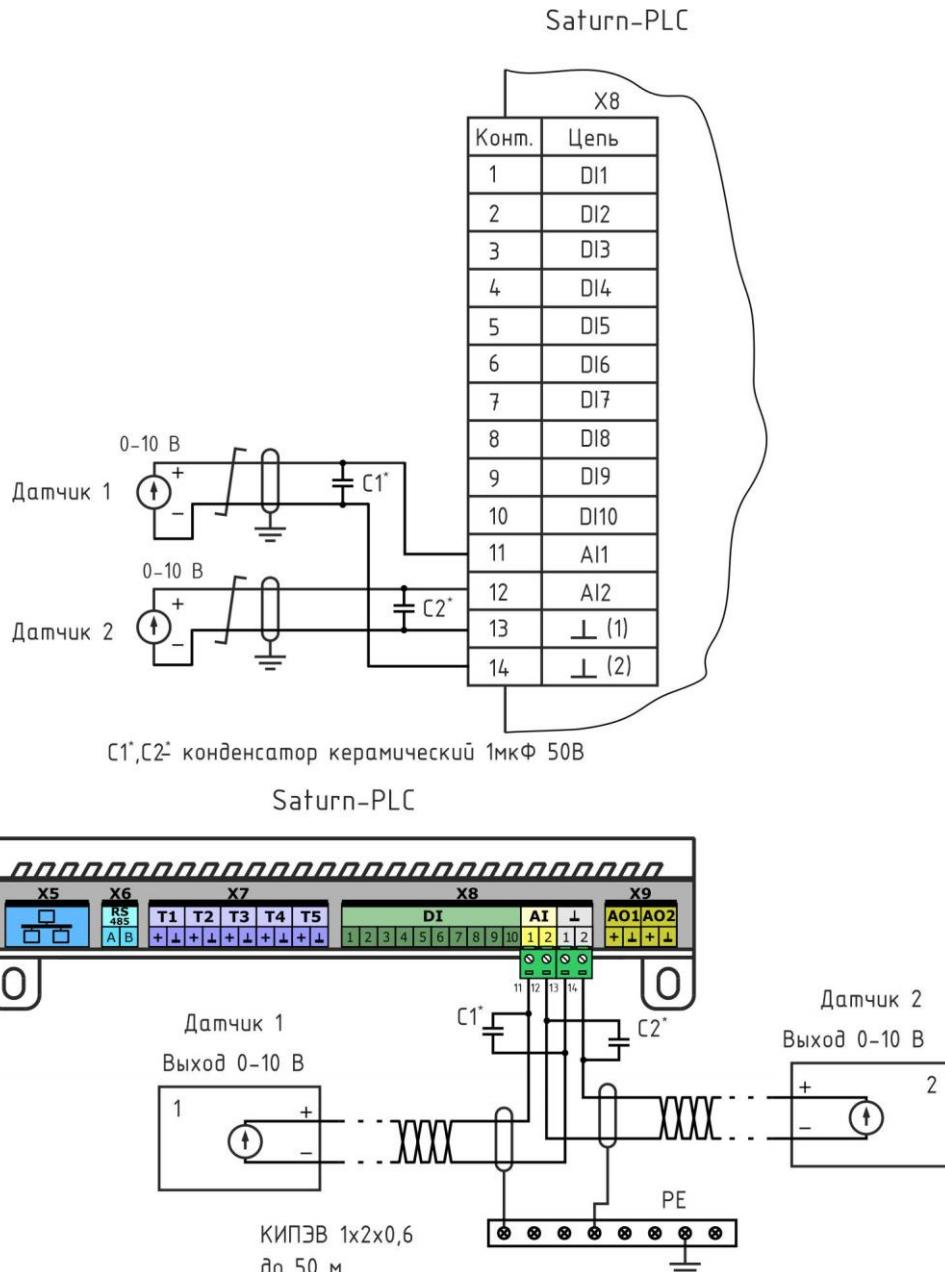

Рисунок 5 – Подключение датчиков с выходом (0-10)В ко входам AI1-AI2
9. Контроллер позволяет подключать до 2 шт. датчиков с выходом, формирующим постоянное напряжение в диапазоне (0 - 10) В, например, датчики давления или температуры. Датчики «0 – 10 В» подключаются к ответной части клеммного соединителя разъема X8 «под винт» (рисунок 5).